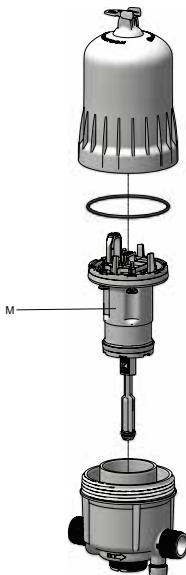

Fig. 27
- Dévisser le couvercle à la main (**Fig.27**) et le retirer.